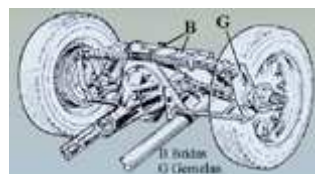

Fig. 20
En la actualidad se emplea poco en turismos. Se monta (fig. 20) uniendo la ballesta al bastidor, en su parte central con bridas (B), y los extremos por medio de gemelas (G) al eje trasero.